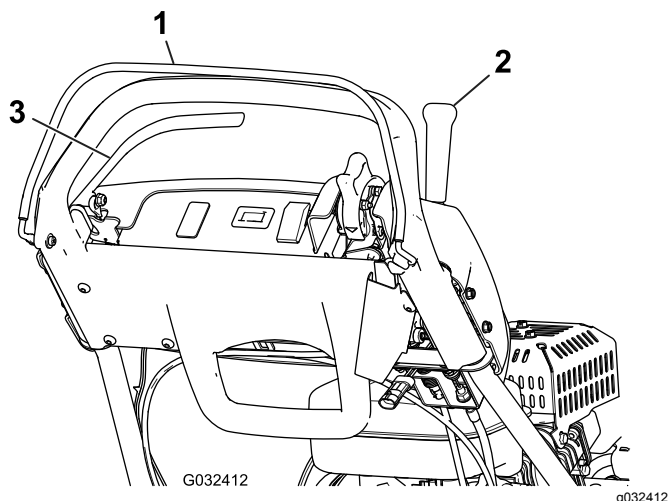

図 31
3. OPC を解除した状態で、走行レバーを入れる図 31。レバーが入らなければ正常。走行レバーが入るのはインタロックシステムの異常であるから修理する。必ず修理してから使用すること 走行インタロックスイッチの整備 (ページ 31)を参照。
4. OPC を押し、走行レバーを入れた状態から OPC を解除する図 31。走行レバーが外れれば正常。走行レバーが外れないのはインタロックシステムの異常であるから修理する。必ず修理してから使用すること 走行インタロックスイッチの整備 (ページ 31)を参照。
5. OPC を押し、シフトレバーを左に入れた状態から走行・リール回転にセットし、OPC を解除する図 31。走行レバーが外れれば正常。走行レバーが外れないのはインタロックシステムの異常であるから修理する。必ず修理してから使用すること。 走行インタロックスイッチの整備 (ページ 31)を参照。 リールコントロールの調整 (ページ 35)
6. OPC を押し、シフトレバーを左に入れて走行とリール回転を開始し、その状態からシフトレバーを右に操作してリール回転を解除する図 31。リール
2. OPC を押し、走行レバーを入れた状態とし、エンジンコントロールを始動位置にする図 31。エンジンの始動を試みる。クランキングしなければ正常。エンジンが掛かるのはスイッチの異常であるから修理する。必ず修理してから使用すること。 走行インタロックスイッチの整備 (ページ 31)を参照。
2. 走行レバーを解除した状態とし、常用ブレーキを掛けた状態とし、エンジンコントロールを始動位置にして図 31、エンジンの始動を試みる。エンジンが始動すれば正常。エンジンが掛からないのはスイッチの異常であるから修理する。必ず修理してから使用すること ブレーキインタロックスイッチの整備 (ページ 32)を参照。
3. エンジンを始動させ、常用ブレーキ駐車ブレーキではなくを掛け、OPC を押した状態から走行レバーを入れる図 31。機体が走行しようとするが、エンジンは停止しない。エンジンが停止するのはスイッチの異常であるから直ちに修理する。必ず修理してから使用すること ブレーキインタロックスイッチの整備 (ページ 32)を参照。
4. エンジンを始動させ、駐車ブレーキラッチを掛け、OPC を押した状態から走行レバーを入れる図 31。エンジンが停止すれば正常です。エンジンが停止しないのはスイッチの異常であるから修理する。必ず修理してから使用すること ブレーキインタロックスイッチの整備 (ページ 32)を参照。